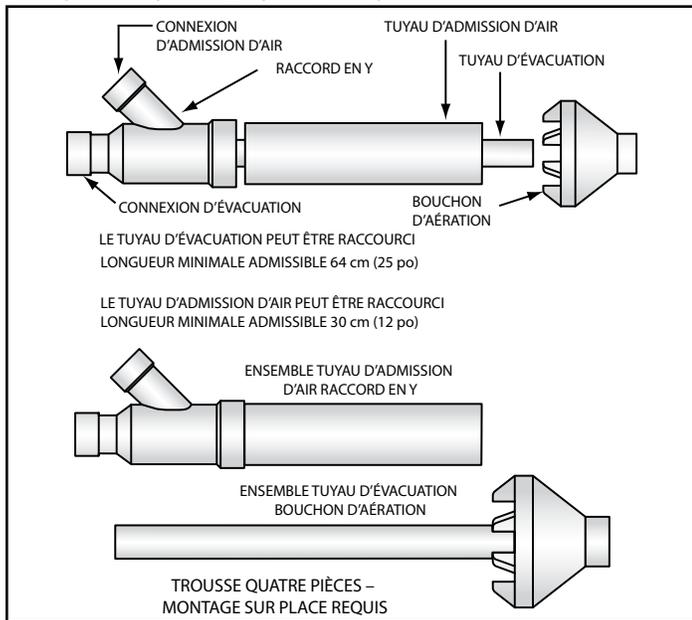
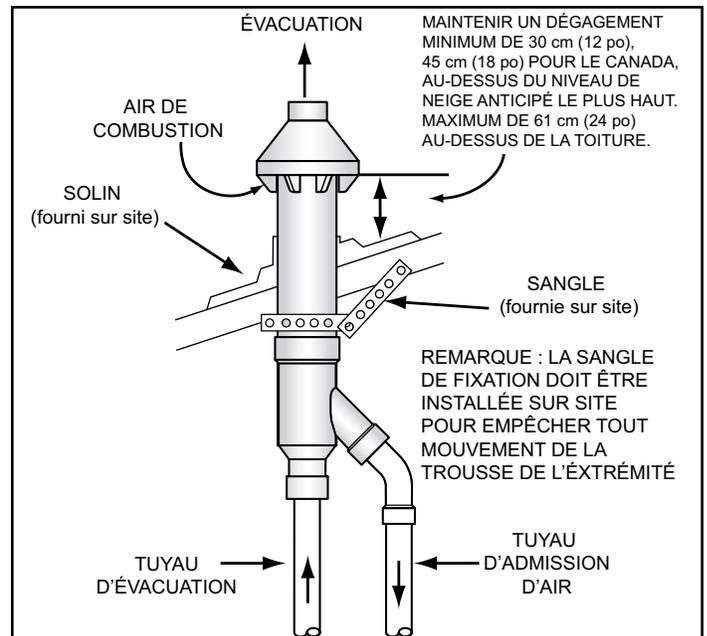
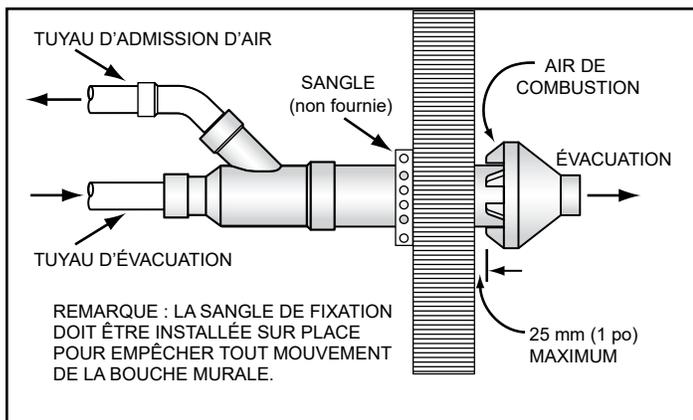

Figure 28. Trousse d'extrémité concentrique
Figure 29. Dégagements d'extrémités concentriques - Installation verticale
Figure 30. Dégagements d'extrémités concentriques - Installation murale
3. Lors de l'installation d'une bouche concentrique verticalement à travers le toit, s'assurer que toutes les exigences de dégagement vertical extérieur pour la bouche, illustrées à la **Figure 29** (page 30) sont respectées. Ces dégagements et ceux cités par les codes locaux et nationaux doivent être maintenus.
- Voir les longueurs minimales admissibles pour la bouche concentrique à la **Figure 28** (page 30).
Assembler et installer l'extrémité concentrique. Voir ces instructions aux **Figure 28**, **Figure 29** (page 30) et **Figure 30** :